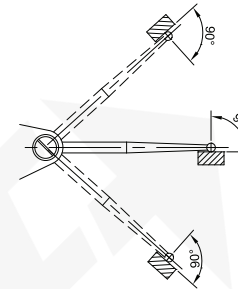
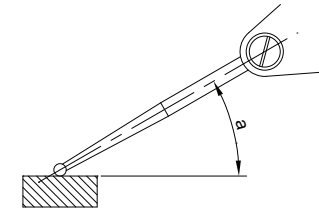

Abb.4
Abb.5
- 3. Während der Messung sollten die Taststifte senkrecht zur Messrichtung stehen (Abb. 4). Wenn die Taststifte in einem Winkel zur Messrichtung stehen (Abb. 5), sollte folgende Korrektur vorgenommen werden.